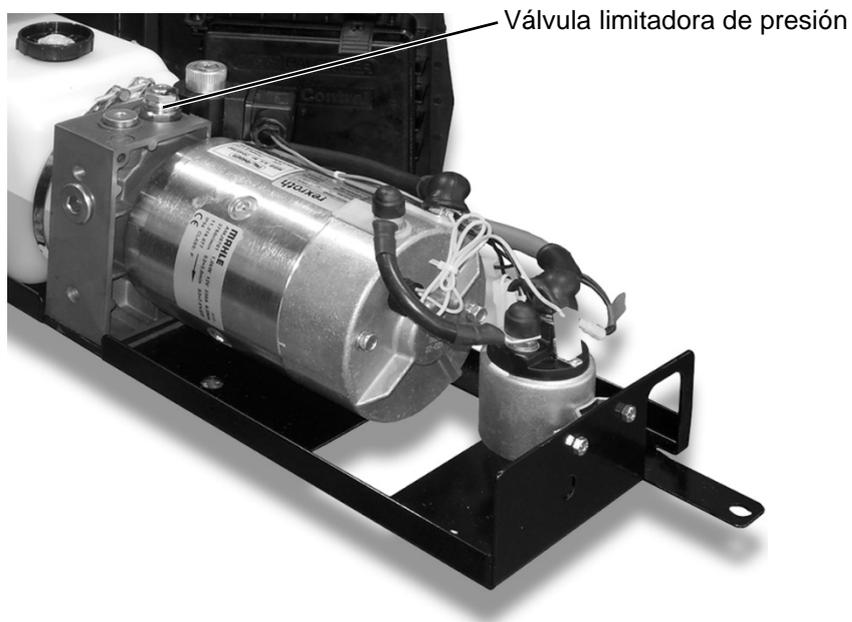

Figura 50: Válvula limitadora de presión en el grupo hidráulico
- ▶ Ajuste la válvula limitadora de presión de modo que la trampa elevadora no pueda levantar más del 125% de su carga máxima (véase Figura 50).